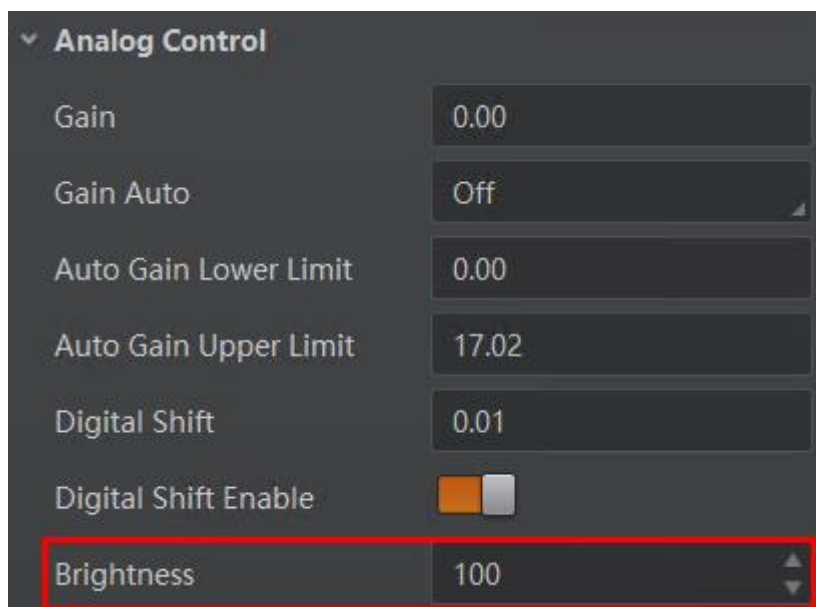

图7-23 亮度设置
2. 通过 *Analog Control* 属性下的 *Brightness* 参数进行设置，如图 7-23 所示。亮度参数范围为 0~255。